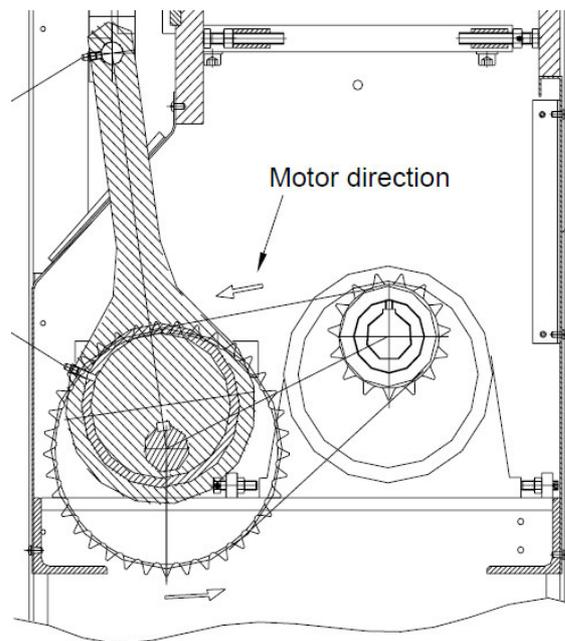

Abb. 11: Motor-Drehrichtung
Schritt 4: Den EIN-/AUS-Schalter (Abb. 14, Pos.2) auf EIN (I) stellen. Das Pedal betätigen und die Drehrichtung des Motors beobachten. Die Drehrichtung muss mit der Darstellung in Abb. 11 übereinstimmen.
Schritt 5: Die Maschine erneut starten und die Drehrichtung des Motors prüfen (s. Abb. 11).